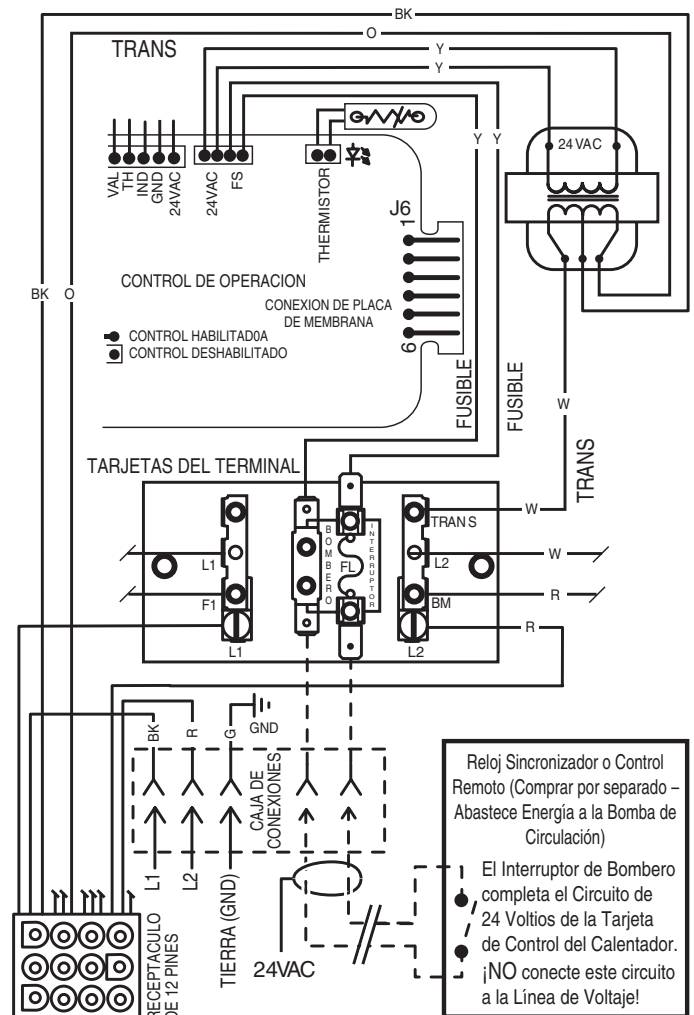

Figura 22.
- Conecte los cables entre los terminales del Interruptor de Bombero en el calentador y el regulador. Conecte los cables del controlador o del sincronizador al Interruptor de Bombero. El controlador, el sincronizador o el regulador deben ser preparados para manejar 24VAC a 0.5 Amp (por que completara el circuito de 24VAC del panel de control en el calentador como se muestra en la Figura 22). **NO** aplique voltaje de línea a los terminales del interruptor de bombero. Use cable calibre 18 con un mínimo de 3/64" (1.2mm) de grosor de aislamiento clasificado para una elevación de temperatura de por lo menos 105° C.